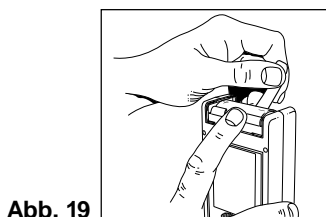

Abb. 19
- Mit der einen Hand die Entnahmelasche nach oben ziehen, mit der anderen Hand (Zeigefinger) die Batterie vor dem Herausfallen sichern (siehe Abb. 19).